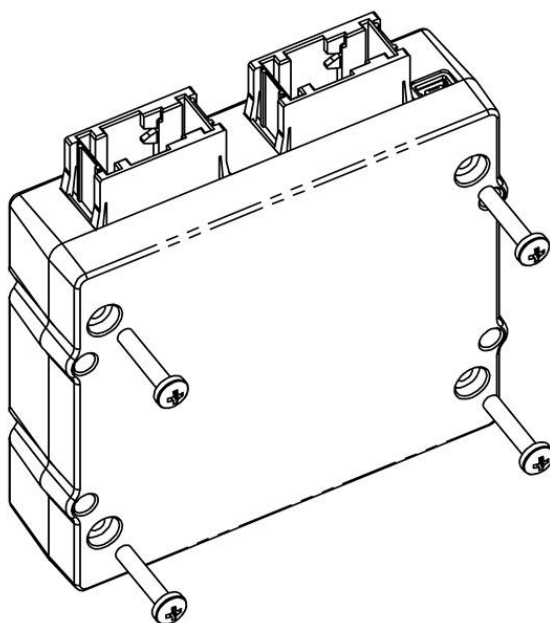

Рисунок 4.1
1. Открутите крепежные винты, удерживающие крышку корпуса терминала (см. рисунок 4.1).